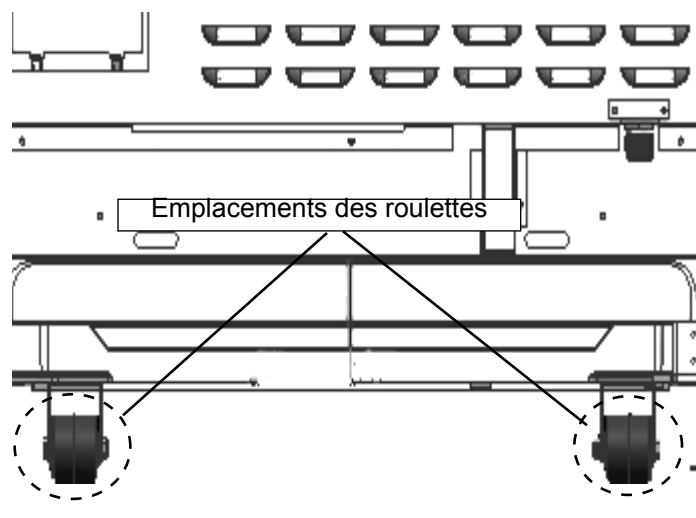

Figure 27: Emplacements des roulettes
1. Les pattes arrière des cuisinières sont munies de roulettes (voir *Figure 27*). Ces roulettes facilitent le déplacement de la cuisinière. Ainsi, en soulevant légèrement l'avant de la cuisinière, il est possible de la faire rouler à son emplacement d'installation.